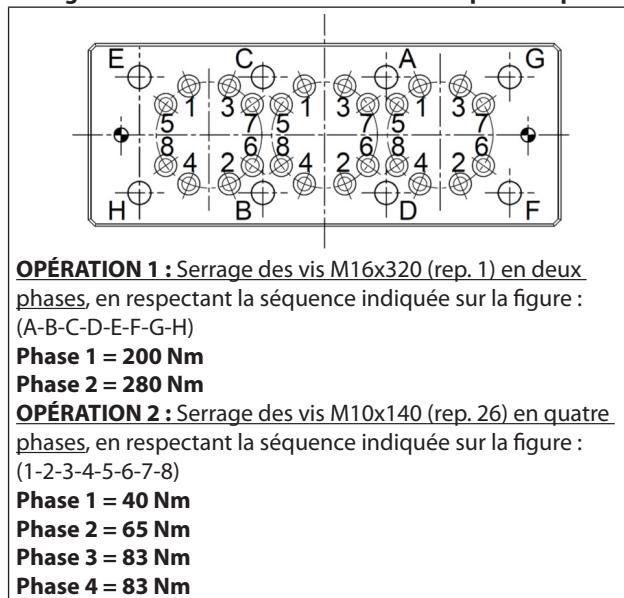

Fig. 131
*** Les vis de fixation de la tête doivent être serrées en respectant les phases et l'ordre indiqué sur le schéma Fig. 131.
**** Les vis de fixation des chemises doivent être serrées en respectant les phases et l'ordre indiqué sur le schéma Fig. 131.